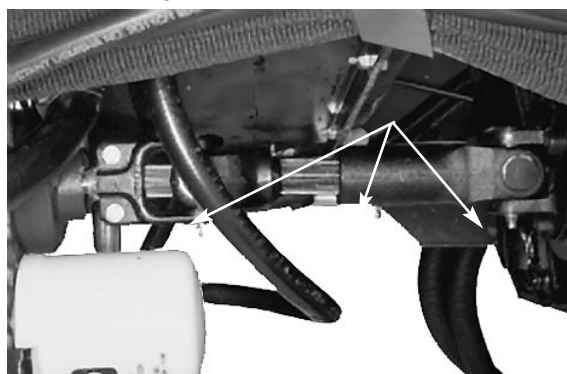
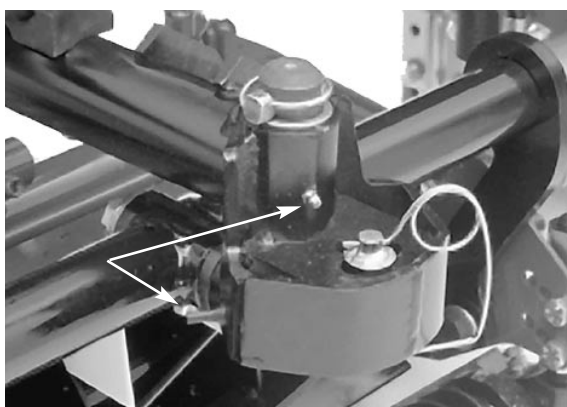
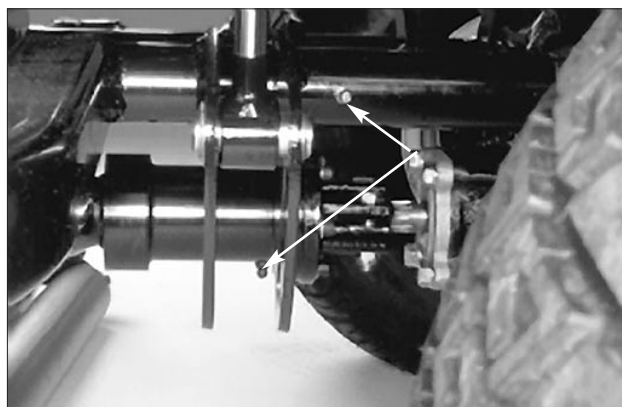
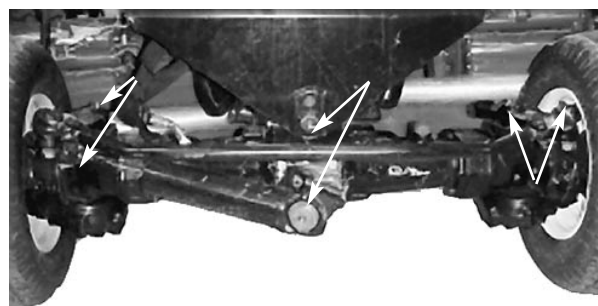

Figure 23
Figure 24
Figure 25
Figure 26
1. Lubrifier les graisseurs suivants : arbre de transmission du moteur (3), (Fig. 23); châssis et pivot des unités de coupe (2 sur chaque), (Fig. 24); pivots des bras de relevage arrière (2), embrayage de l'arbre de transmission (1) (Fig. 25); bielle de pont arrière (2), rotules de vérin de direction (2), pivots de direction d'essieu (2) pivot de direction arrière (1) (Fig. 26); tringlerie de commande de déplacement à la transmission (1), palier support d'arbre de transmission (1), arbre de transmission de pont arrière (3) (Fig. 27); pédale de frein (1) (Fig. 28); vérins de relevage (5) (Fig. 29), pivots de bras de relevage avant (3) (Fig. 30) et poulie d'entraînement de ventilateur (Fig. 31).